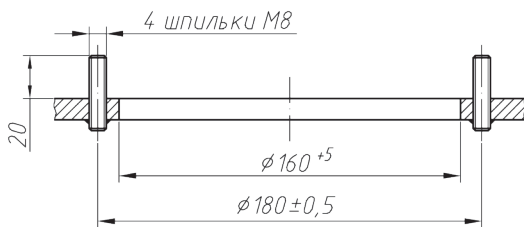

Рисунок 3 - ППП для АЗС с датчиками уровня, воды, температуры, плотности (погружные) с установкой на один фланец с возможностью подключения ДД1, ДУТ
- ППП для измерения уровня, температуры, плотности (погружные плотномеры) и сигнализации подтоварной воды с установкой на один фланец с возможностью подключения ДД1, ДУТ (рис. 3);